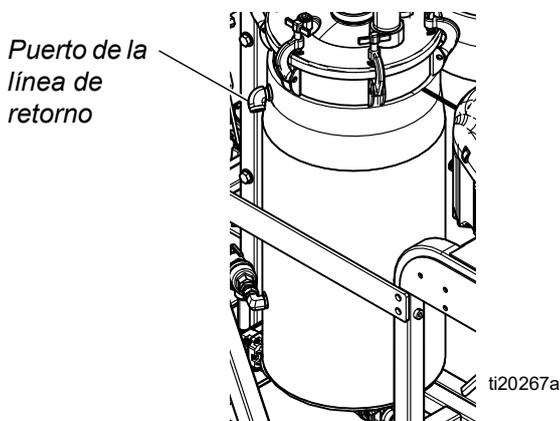

FIG. 30
7. Desconecte la línea de retorno de circulación del material del lado de cada tanque y tape después el puerto del tanque. Esto empujará el aceite mineral y lo hará salir por las líneas de fluido. Dirija los tubos de retorno hasta contenedores de desechos. Consulte la FIG. 30.